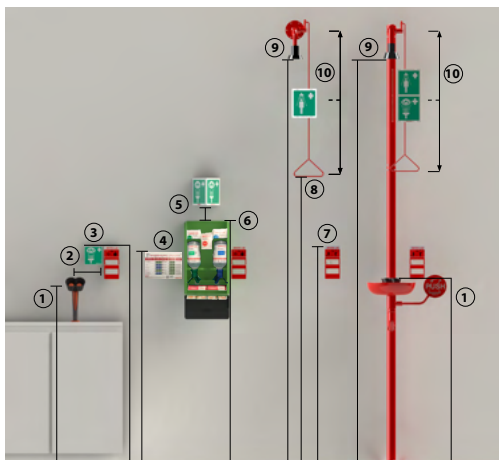

Imagen 3: Altura de montaje
- Carteles de seguridad:** En el paquete se incluyen señales conformes con la ISO 3864-1. Vea nuestras recomendaciones sobre la altura de montaje en la imagen 3.
- Altura de montaje:** Vea la tabla 1 y la imagen 3.